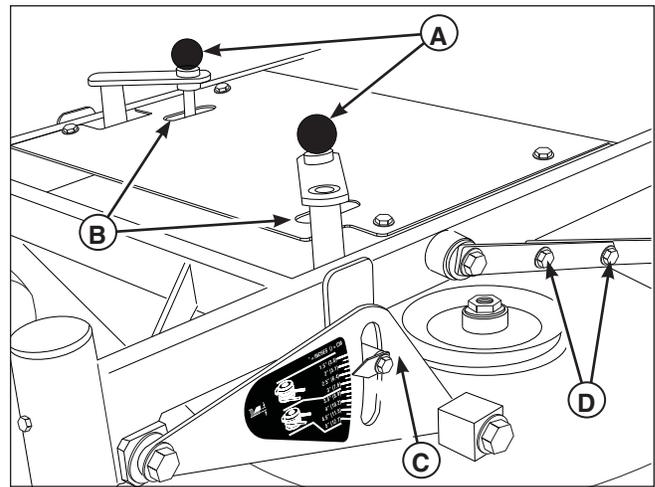

Figura 28. Retire la protección de la plataforma del cortador
2. Tire la manilla de ajuste de altura de corte (A, Figura 28) hacia arriba y fuera de la posición de bloqueo de manilla (B) y gírela **en el sentido de las agujas del reloj** para ajustar la plataforma a la posición de 3" (7.6 cm).
5. Suelte las piezas metálicas de la plataforma (D, Figura 28) en ambos lados de la máquina.